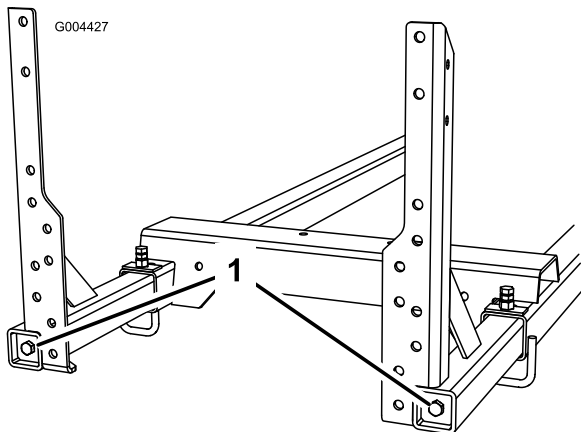

Figura 8
4. Aperte os parafusos da estrutura da rampa (Figura 8). Aperte os parafusos com uma força de 91 a 113 Nm.